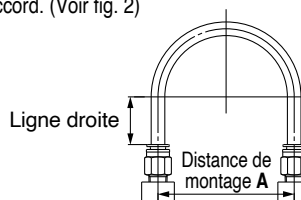

Fig. 1 Raccordement recommandé
1. Lors du raccordement de la tuyauterie au raccord instantané, utilisez une longueur de tuyau avec une marge suffisante, conformément aux conditions de tuyauterie indiquées dans la figure 1.